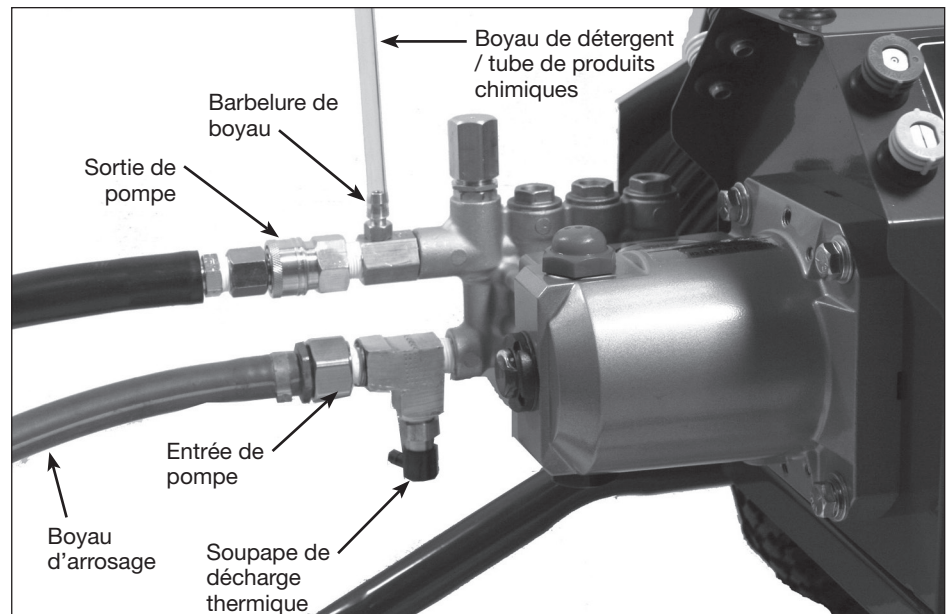

Figure 12 - Raccord de pompe
4. Fixez le tuyau d'arrosage (non inclus) au raccord d'entrée de la pompe (voir Figure 12).